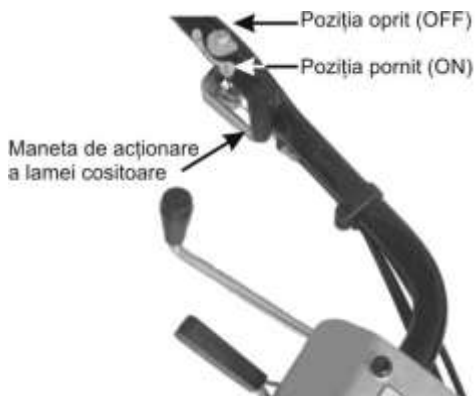

Fig. 25
- Utilajul începe să lucreze când maneta este în poziția ON și se oprește când este în poziția OFF. Vezi Fig.25.
2. Puneți maneta de cuplare pe ON. Vezi Fig.25.
5. Reglaj: Când maneta de acționare este pe poziția "ON", trageți ușor de demarorul motorului, iar accesoriile se vor învârti. Dacă părțile accesoriilor nu se pot învârti, strângeți șurubul de reglaj. Când mânerul de blocare este pe poziția "OFF", iar accesoriile se învârt, desfaceți ușor șurubul de blocare. Vezi Fig. 25
7. Puneți maneta de cuplare a accesoriilor pe poziția "OFF". Vezi Fig.25